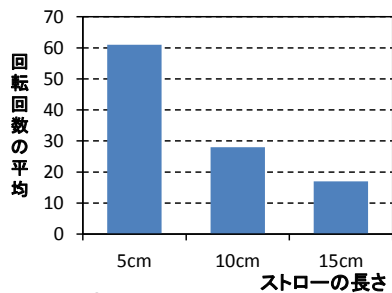

図7 ストローの長さによる回転回数の変化
(1) ストローの長さと、平均回転回数は図7のようになった。